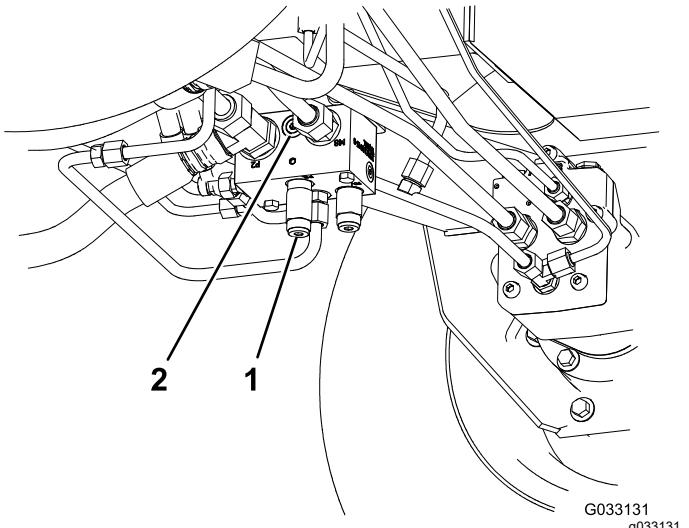

Figure 63
- Coupleur (ref. Toro 95-0985) (2)
- Raccord hydraulique (ref. Toro 340-77) (2)
- 1. Montez un raccord de diagnostic dans l'orifice non identifié situé entre les orifices M8 et P2 sur le collecteur de déplacement arrière (Figure 63).